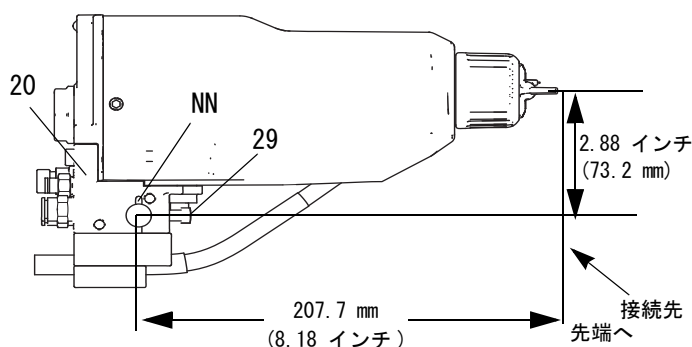

図 4. ブラケットの取り付け
1. マニホールドの 2 本のセットネジ (29) をゆるめて、マニホールド (20) を 13 mm (1/2 インチ) 取り付けロッドにスライドします。
メモ：位置決めの精度を上げるために、3 mm (1/8 インチ) の位置決めピンをブラケットのスロット (NN) に合わせ、ロッドの穴を通します。詳細は 図 4 を参照してください。